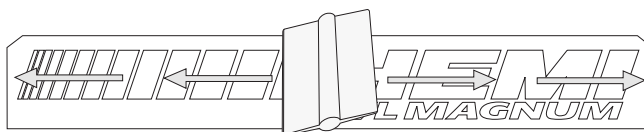

Fig.3
7. Using plastic squeegee start at the center and work to the ends using firm, overlapping strokes. Fig. 3
7. Utiliser une raclette en plastique pour frotter à partir du centre vers les extrémités par des mouvements fermes et superposés (figure 3).